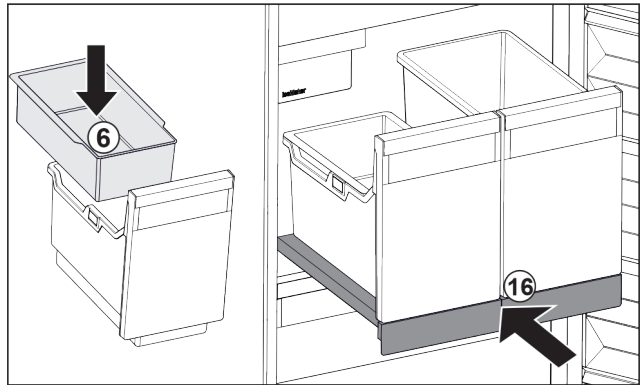

Fig. 96
- ▶ Вставьте навесной лоток Fig. 96 (6) для кубиков льда.
- ▶ Вставьте выдвижную панель с контейнером (IceTower). Fig. 96 (16)